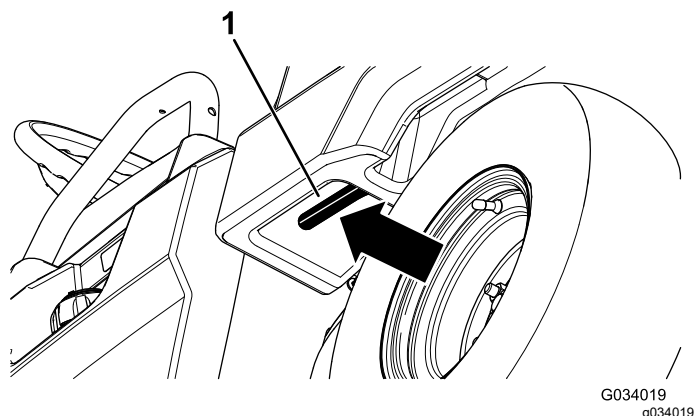

Figura 13
1. Tire hacia usted de la palanca situada a la izquierda, dentro de la plataforma de carga, y eleve la plataforma de carga (Figura 13).
1. Eleve ligeramente la plataforma de carga levantando la palanca de enganche (Figura 13).